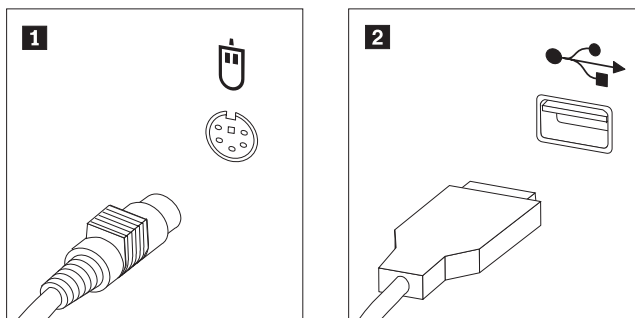

Figure 36. Ports souris, standard et USB
3. Repérez le port souris. Voir figure 36.